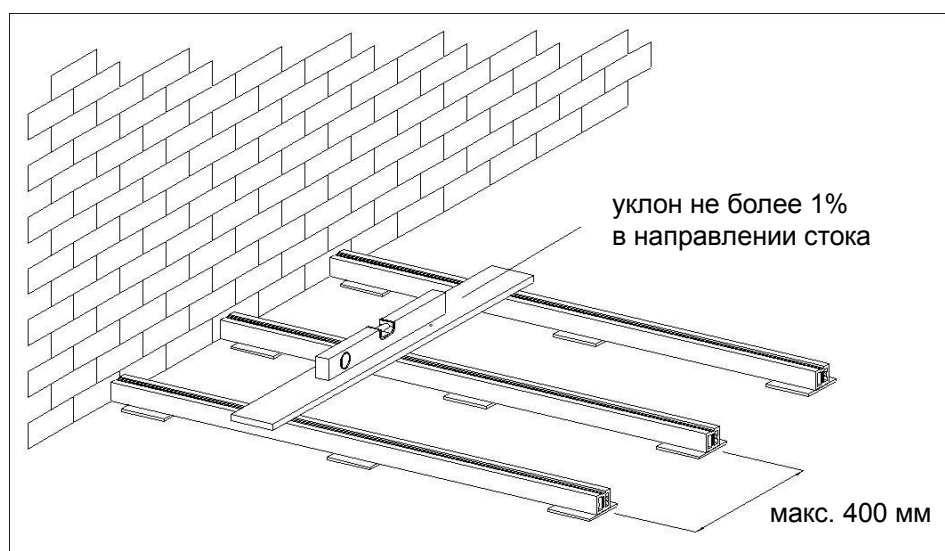

Рис. 4
- Предусмотрите уклон основания под настилом не менее 1% (1см на 1м.пог), в направлении стока (рис. 4). Под настилом должен быть предусмотрен хороший сток или система дренажа дождевой и талой воды;